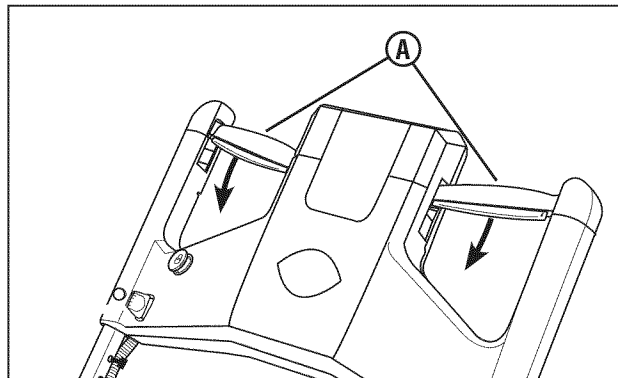

Figure 4 : Propulsion de la tondeuse
2. Pousser lentement la commande d'entraînement (A, Figure 4) vers l'avant pour propulser la tondeuse. On augmente la vitesse en poussant plus loin la commande d'entraînement.